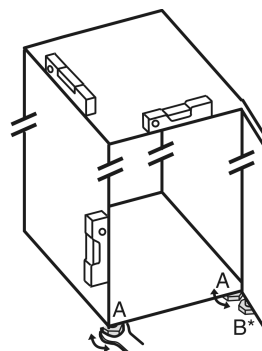

Fig. 68
- ▶ Stellfüße Fig. 68 (A) mit beiliegendem Gabelschlüssel und mit Hilfe einer Wasserwaage herausdrehen, bis das Gerät fest und ebenstehend ausgerichtet ist.
- Stellfuß Fig. 68 (B) am Lagerbock mit beiliegendem Gabelschlüssel herausdrehen, bis er auf dem Boden aufliegt.
- Stellfuß Fig. 68 (B) um 90° weiter drehen.